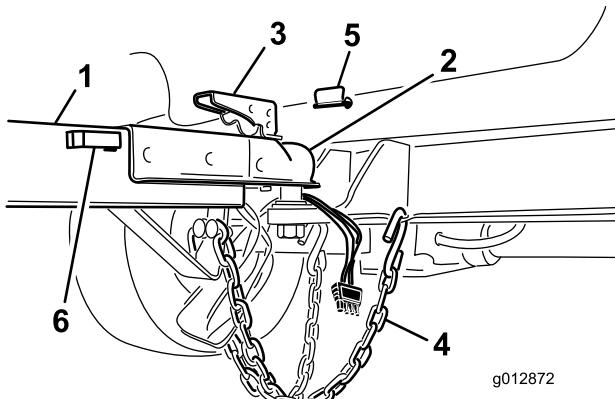

Figura 11
- 5. Guarde el conector del arnés en el soporte de la barra del enganche (Figura 11).
2. Levante la palanca de la lengüeta y baje el enganche sobre la bola (Figura 11).
4. Instale el pasador para bloquear la palanca de acoplamiento (Figura 11).
5. Cruce las cadenas de seguridad y conéctelas a los taladros del enganche (Figura 11).